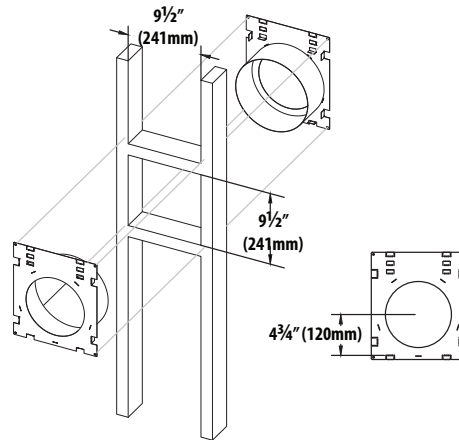

Figure 3.4, Dimensions d'encadrement de la terminaison d'évacuation minimum
1. Mesurez la distance entre le plancher du foyer et le centre du point de traversée murale prévu du conduit d'évacuation. La dimension de la Figure 3.4 (page 16) est utilisée avec un coude Simpson DuraVent.
- Les dimensions du conduit rigide de la Figure 3.4 sont testées avec un conduit homologué Simpson Duravent. Les dimensions des produits d'autres fabricants peuvent varier.